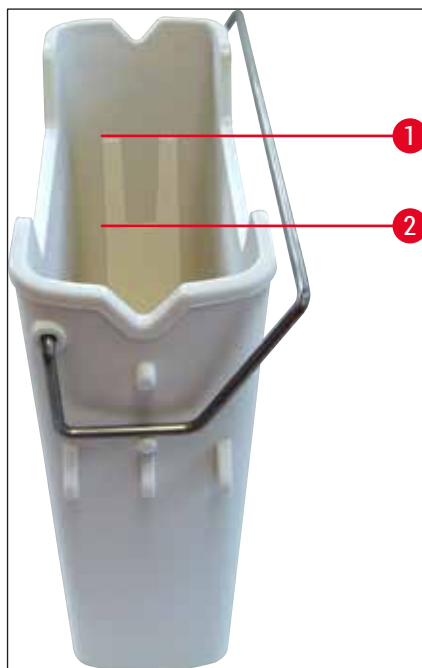

Fig. 67
4. Verificați ca nivelul de umplere să fie suficient (→ Fig. 67) și ca reactivul să nu fie murdar. În eventualitatea unei contaminări, xilenul va trebui înlocuit (→ P. 38 – 4.6.3 Pregătiți cuva de reactivi, umpleți-o și introduceți-o în sertarul de încărcare), iar cuva pentru reactivi va trebui curățată înainte de reumplere.